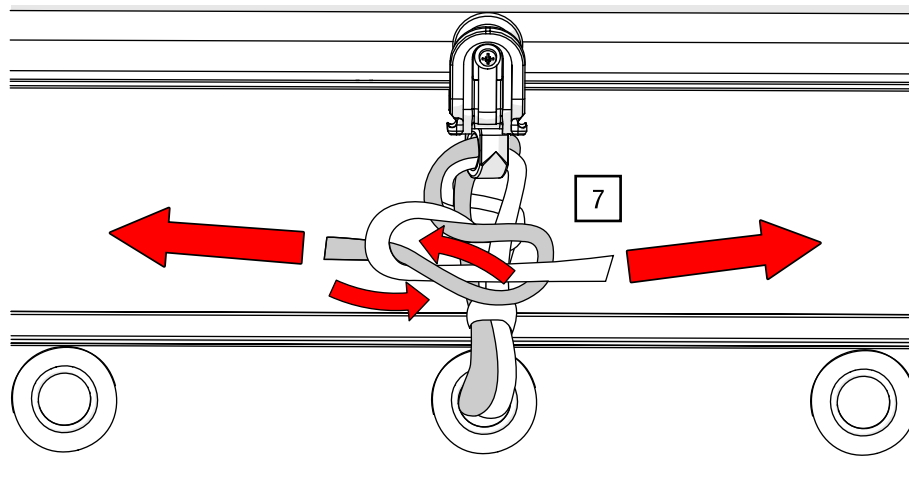

Abb. 95: Bindeband – Zweimalig verknoten
7. Knoten Sie einen zweiten Knoten über den ersten und ziehen Sie diesen an (siehe Abb. 95).